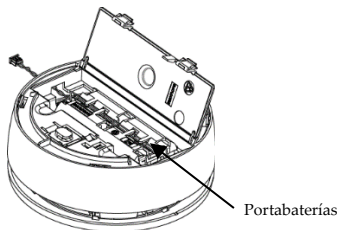

Figura 8
4. Abrir la tapa del compartimento de la batería (*ver la Figura 8*).